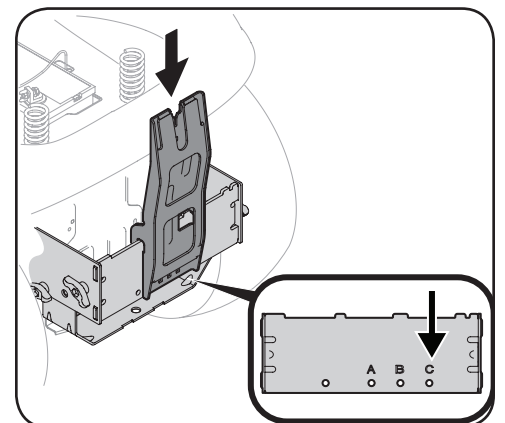

Figura 4-6
1. Instale la ménsula de soporte vertical en el conjunto de montaje sobre el tractor enganchándola encima del soporte de montaje cruzado. Consulte la Figura 4-6.
2. Alinee la ménsula de soporte vertical con el orificio etiquetado "B". Vea el recuadro de la Figura 4-6.